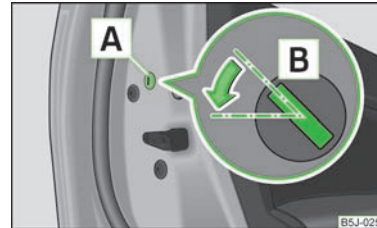

Abb. 13
- › Die Blende [A] abbauen » Abb. 13.